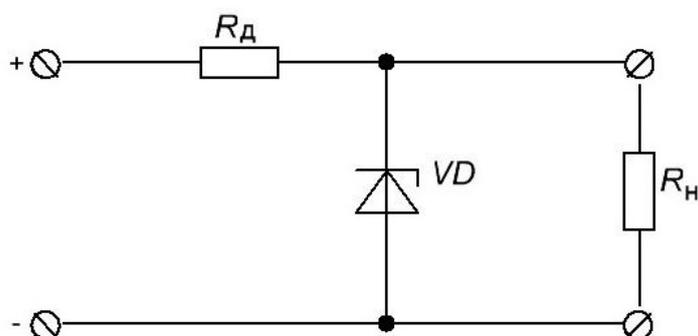

Рисунок 24 – Схема параллельного стабилизатора напряжения
3. Собрать схему (рисунок 24) по данным расчета, используя элементы стенда.